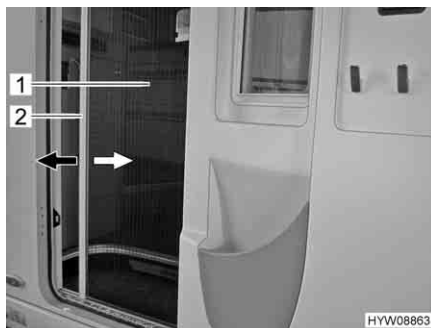

Fig. 45 Protezione contro gli insetti (porta di ingresso)
- Afferrare la barra di presa (Fig. 45,2) con entrambe le mani ed estrarre con movimento uniforme la protezione contro gli insetti (Fig. 45,1) dall'alloggiamento della porta.
- Afferrare la barra di presa (Fig. 45,2) con entrambe le mani e spingere la protezione contro gli insetti (Fig. 45,1) nell'alloggiamento della porta esercitando una leggera pressione.